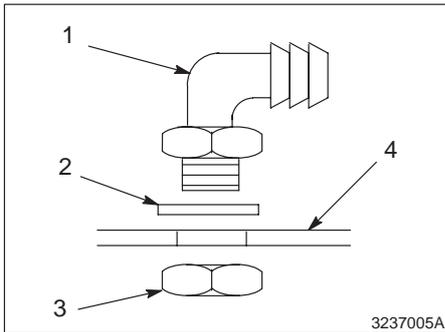

Abb. 2 Installieren des Steckanschlusses
1. Siehe Abbildung 2. Eine Dichtungsscheibe (2) auf dem Gewinde eines der Winkel-Steckanschlüsse (1) installieren.
2. Das Gewinde des Steckanschlusses in eine unbenutzte Öffnung im Deckel (4) stecken und am Deckel mit einer der schwarzen Kunststoff-Sechskantmutter mit $\frac{3}{4}$ -Zoll NPT-Gewinde (3) sichern.